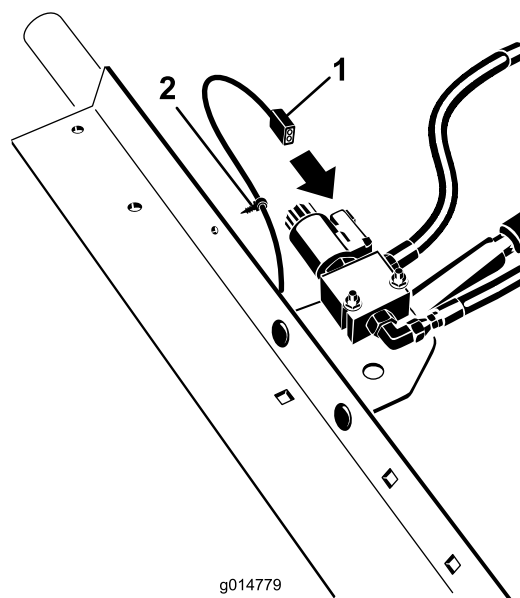

Figura 6
8. Enchufe el conector del arnés restante en la válvula de bloqueo del diferencial, situada debajo del centro de la chapa del asiento (Figura 6).